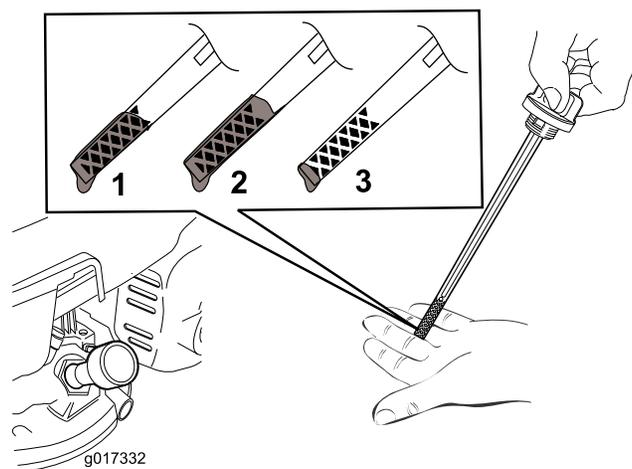

Figura 7
2. Retire la varilla (Figura 7).
**Nota:** Llene el cárter del motor con aceite hasta que la varilla indique que el nivel del aceite del motor es correcto, según se muestra en Figura 7. Si usted llena demasiado el motor, vacíe el exceso de aceite según se indica en Cómo cambiar el aceite del motor \(página 17\).